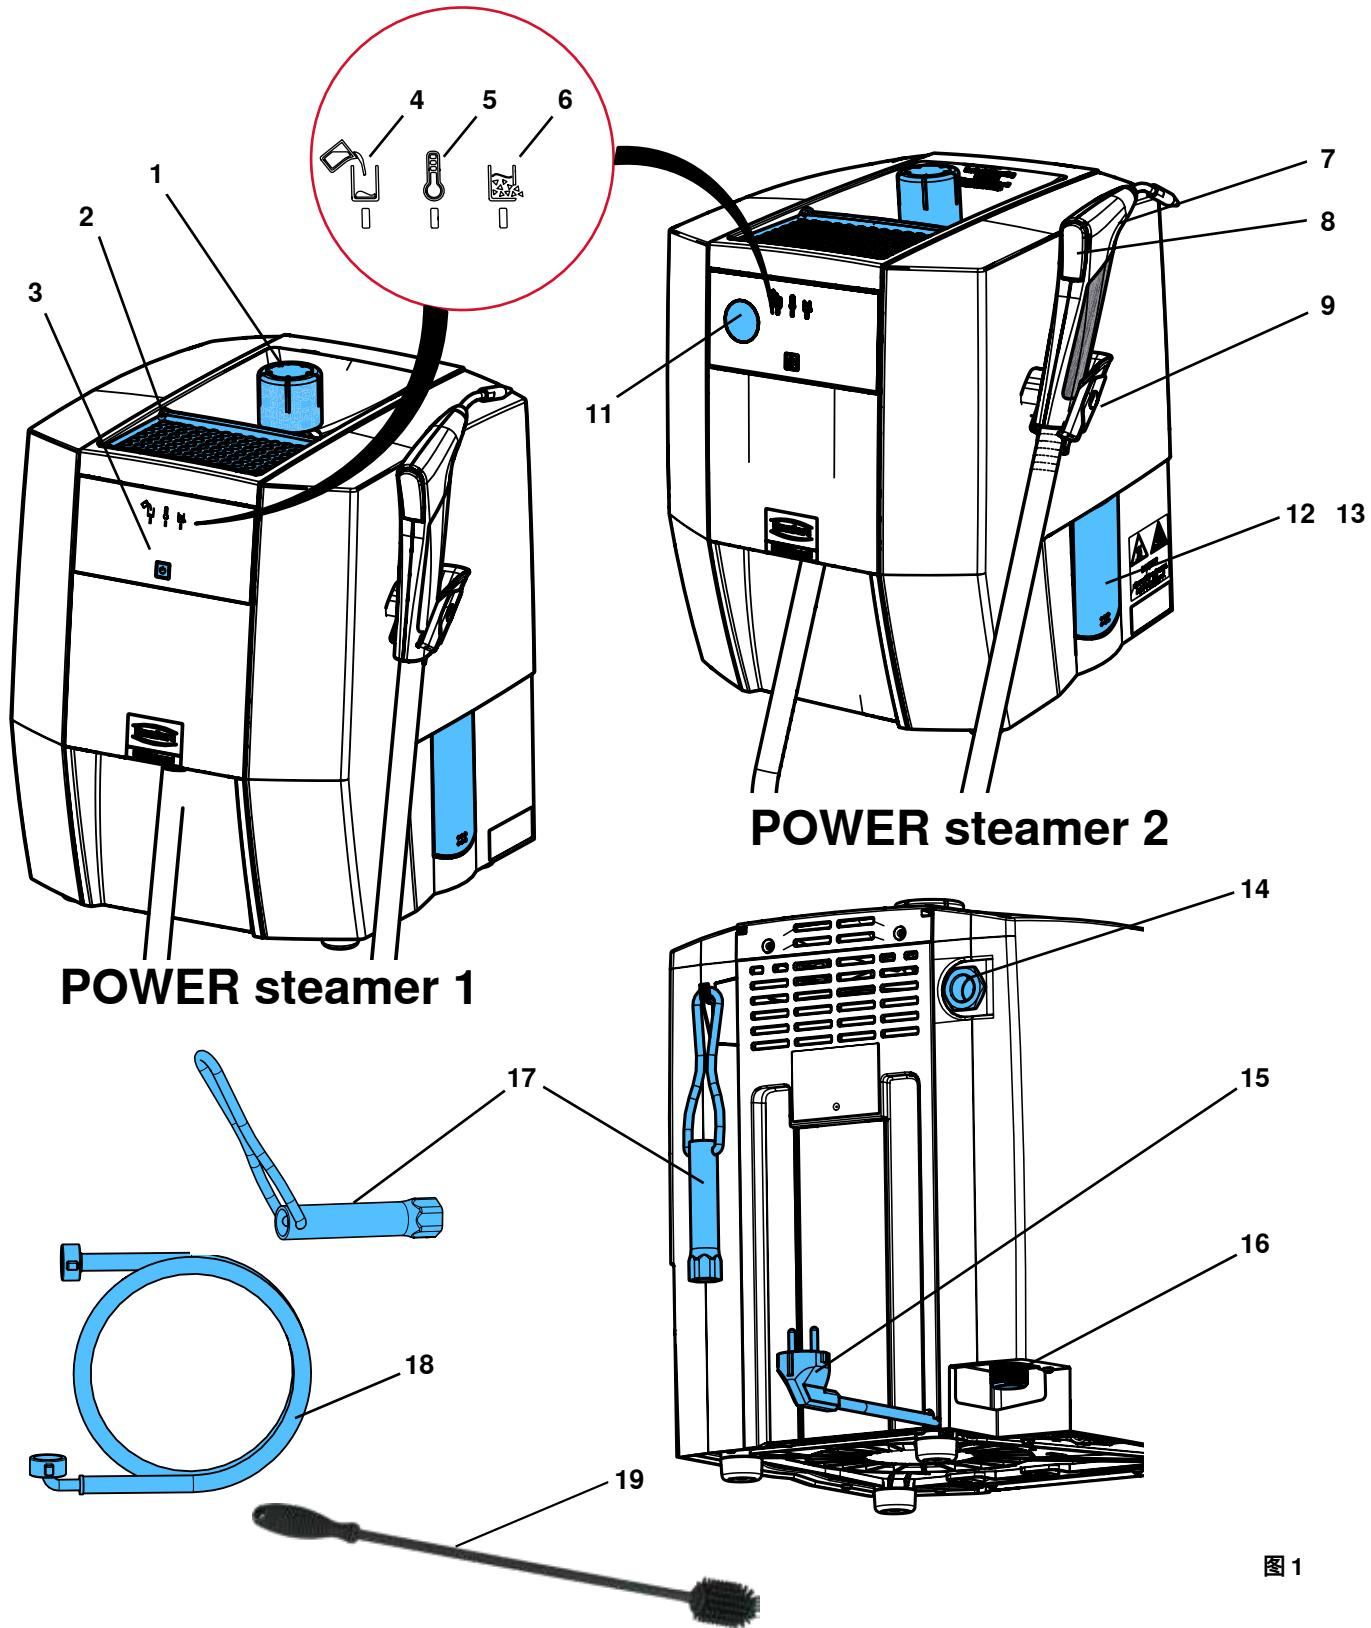

图 1
- ▶ 放置好机器, 让蒸汽可以没有风险地从超压阀的出口排出。(14, 图1)。
石膏模型或包埋材模型可以放在模型托盘上晾干（图 1, 2）。
⇒ 拧入罐盖（图1, 1）。
- ! 放置好机器，让蒸汽可以没有风险地从超压阀（图1,14）的出口排出。例如，不要将机器放在电源插座前面；
不能关闭或堵塞超压阀的出口（图1,14）。
有加压蒸汽造成的危险! 在打开维修盖之前, 请确保压力罐没再加压。为此, 请打开罐盖 (图1, 1) 并卸下。
⇒ 放置好机器, 使水可以从维修口 (图1, 12/13) 流入水槽。